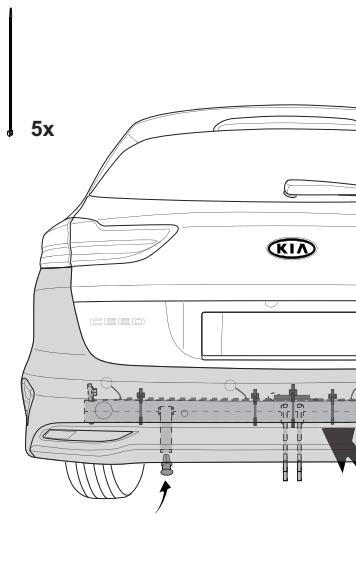

Fig.4
- Привязать датчик пластмассовой проволокой. См. рисунок 4.